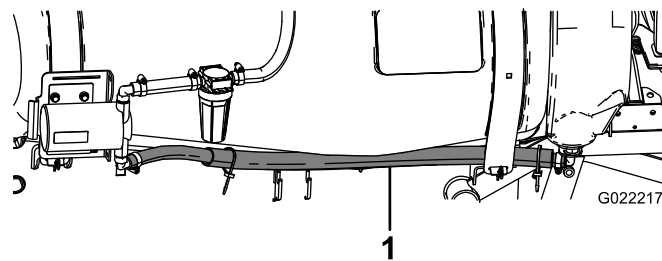

图 11
1. 在药缸前箍带和药缸侧面之间放置冲洗水箱软管图 11。
3. 用 1 个软管夹将软管的末端连接到冲洗泵上的下软管宝塔接头图 11。